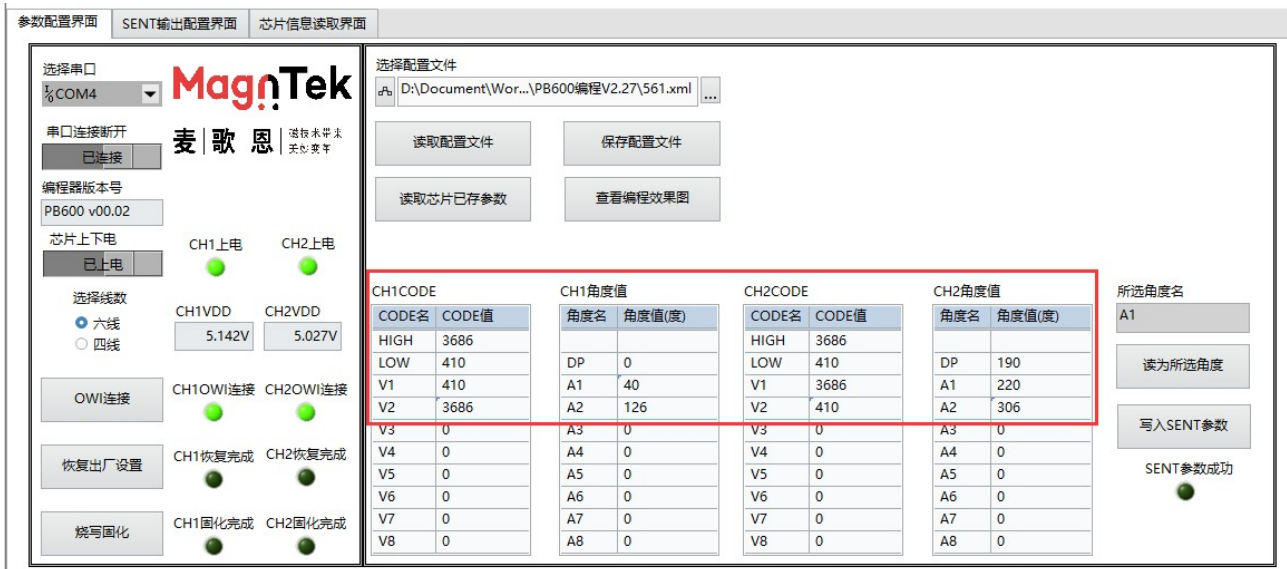

图 5.6.10 选择两点编程并填入固定参数
- 填写上述参数至对应的参数栏中。‘HIGH’、‘LOW’、‘V1’、‘V2’及‘DP’为固定参数，填入后重复编程时始终保持不变。（注：该界面‘HIGH’、‘LOW’、‘V1’~‘V8’参数为十进制 CODE 值，该值范围为[0 : 4095]）‘A1’和‘A2’参数由手动控制，为芯片当前的实际角度值（图 5.6.10）。